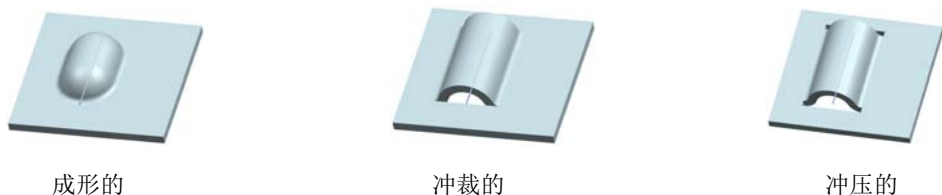

图 4-52 “V 形”示意图
- 4) 端部条件: 是指附着筋的类型, 包括成形的, 冲裁的和冲压的, 示意图如图 4-52 所示。